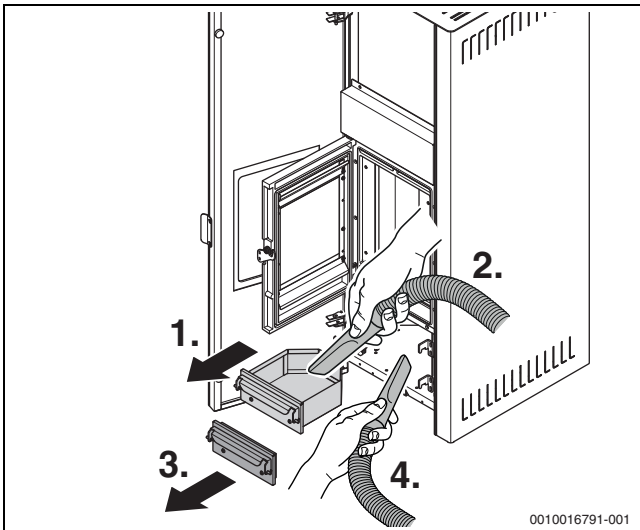

Bild 12 Aschekasten entleeren und Ascherückstände entfernen
- ▶ Aschekasten entnehmen (→ Bild 12, 1.) und entleeren (→ Bild 12, 2.).
- ▶ Rückstände aus dem Aschekasten entfernen (→ Bild 12, 4.).